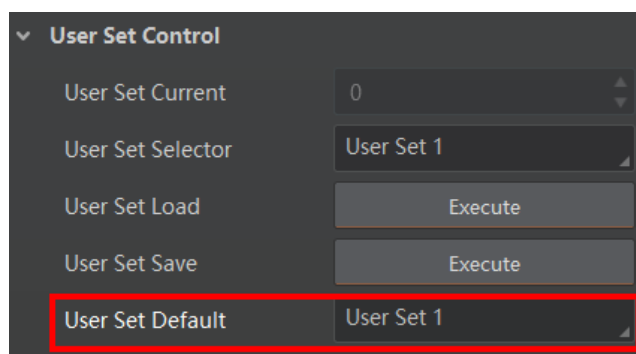

图8-19 设置默认启动参数
- 设置默认启动参数：通过 *User Set Default* 参数下拉选择相机上电时默认启动的参数，如图 8-19 所示。